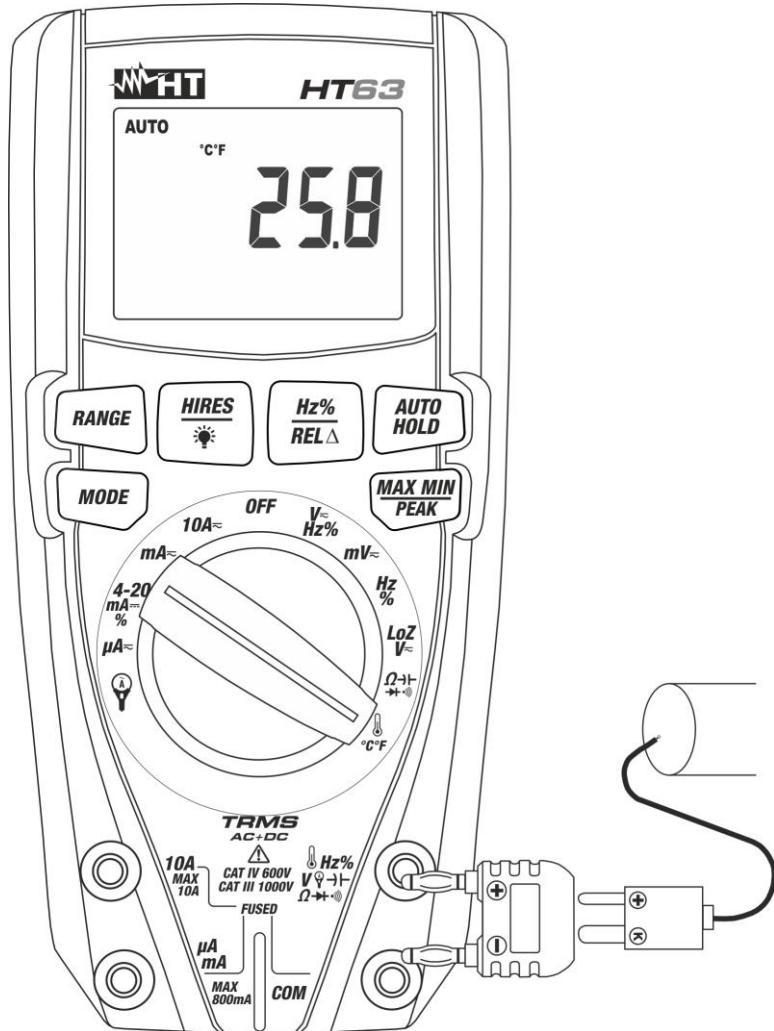

Fig. 9: Uso del instrumento para medida de Temperatura
3. Inserte el adaptador en dotación en los terminales de entrada (polaridad +) y **COM** (polaridad -) (vea Fig. 9)